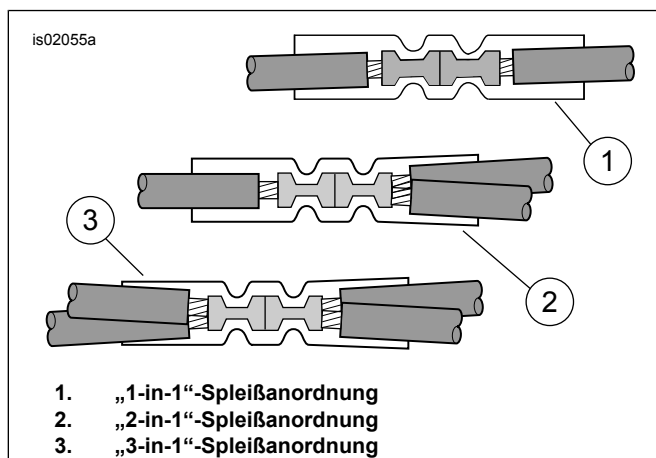

Abbildung 22. Spleißanordnungen
3. Siehe Abbildung 22 > „2-in-1“-Spleißanordnung. Den **roten** versiegelten Stoßverbinder (siehe Abbildung 34, Teil 4) aus dem Satz nehmen. Das schwarze Senderkabel des Garagentoröffners mit den **schwarzen** Kabeln vom Scheinwerfer verspleißen. Die Ummantelung des Sender-Kabelbaums zum Spleißen zurückschneiden.
a. Erforderlichenfalls Kabel zu den versiegelten Endkappen des Elektrikanschluss-Kabelbaums verspleißen. Falls der Elektrikanschluss-Kabelbaum bei einer früheren Zubehörmontage bereits verspleißt wurde, die vorhandenen Verspleißungen abschneiden. **NICHT** die versiegelte Kappe vom **ROTEN** Kabel **ENTFERNEN**. Siehe Abbildung 22. für mehrere Spleißanordnungen.
b. Die Kappe vom schwarzen Kabel abschneiden, abisolieren, anquetschen und mit dem **SCHWARZEN** Kabel des Kabelbaums aus **diesem** Satz versiegeln und das zusätzliche schwarze Kabel (10) aus dem Befestigungsteilesatz als Verlängerung verwenden.
- a. Erforderlichenfalls Kabel zu den versiegelten Endkappen des Elektrikanschluss-Kabelbaums verspleißen. Falls der Elektrikanschluss-Kabelbaum bei einer früheren Zubehörmontage bereits verspleißt wurde, die vorhandenen Verspleißungen abschneiden. NICHT die versiegelte Kappe vom ROTEN Kabel ENTFERNEN. Siehe Abbildung 22. für mehrere Spleißanordnungen.
- b. Die Kappe vom schwarzen Kabel abschneiden, abisolieren, anquetschen und mit dem SCHWARZEN Kabel des Kabelbaums aus **diesem** Satz versiegeln und das zusätzliche schwarze Kabel (10) aus dem Befestigungsteilesatz als Verlängerung verwenden.
4. Siehe Abbildung 22 >. „2-in-1“-Spleißanordnung. Den **roten** versiegelten Stoßverbinder (siehe Abbildung 34, Teil 4) aus dem Satz nehmen. Das Stromkabel des Kabelbaums des Garagentoröffners gemäß den Anweisungen im Anhang des Werkstatthandbuchs mit den orange/weißen Kabeln des Hauptkabelbaums verspleißen.